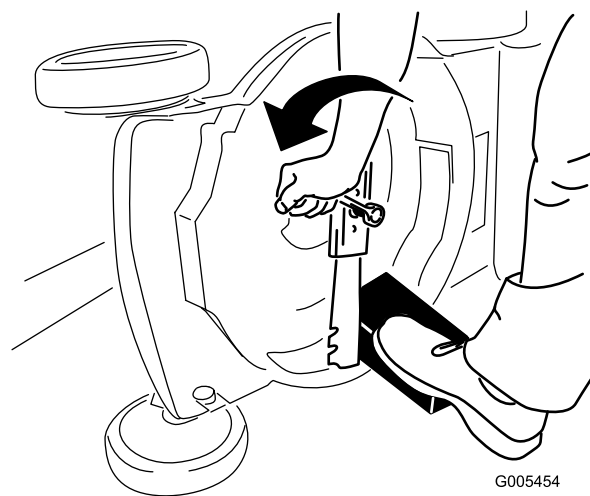

Figura 37
3. Utilice un bloque de madera para inmovilizar la cuchilla (Figura 37).
4. Retire la cuchilla, conservando todos los herrajes de montaje (Figura 37).